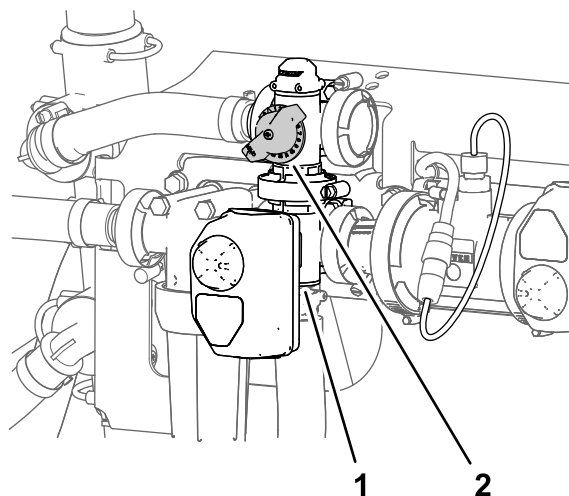

Figura 32
- Ajuste a válvula de distribuição de agitação (Figura 32) na parte posterior da válvula de agitação até que a pressão do sistema de pulverização indicada no medidor seja 6,89 bar.